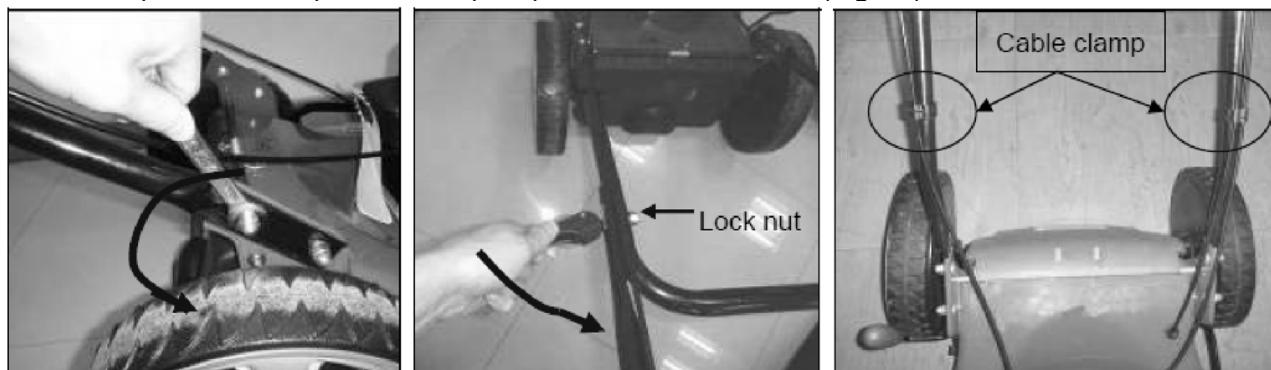

Fig. 2A Fig. 2B Fig. 2C
1. Fixez le guidon inférieur sur le corps de l'appareil avec une clé appropriée. (Fig.2A)